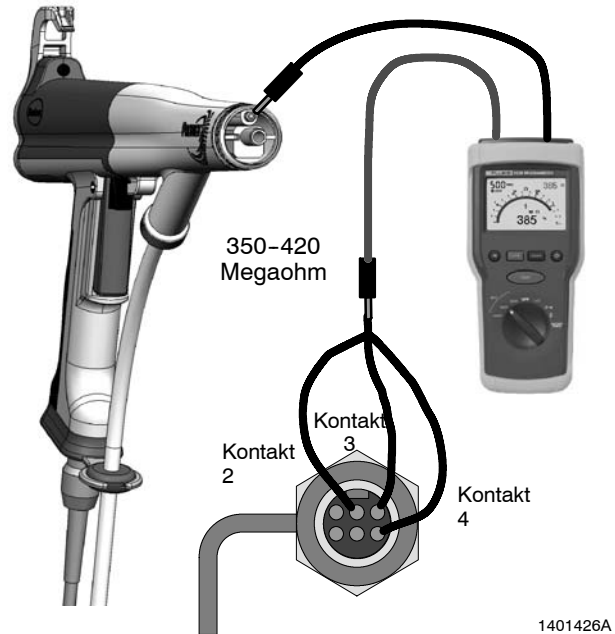

Abb. 3 Prüfung zwischen Kabelende und Federkolben
1. Siehe Abbildung 3. Düse abnehmen.